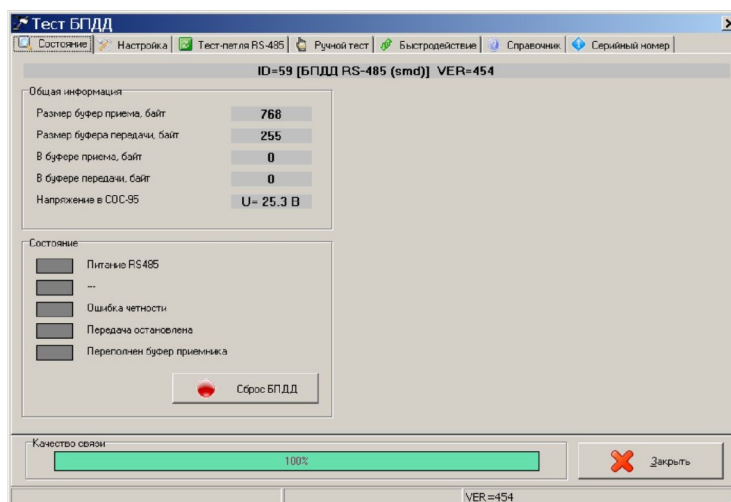

Рисунок 21
- 2) Выбрать в таблице устройств блок «БПДД». В окне «Поиск» выбрать команду «Тест», затем вкладку «Состояние» и проверить отображение значения напряжения питания «Напряжение в СОС-95» (рисунок 21).